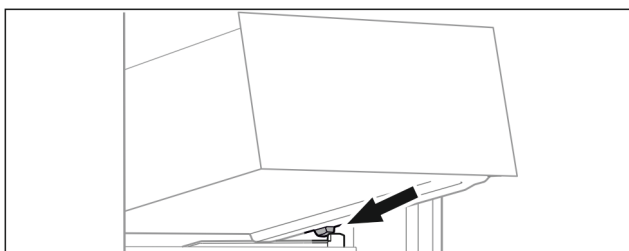

Fig. 84
- Schubfach schräg hinter den Stopperrn auf Behälterrippe aufsetzen. (siehe Fig. 84)